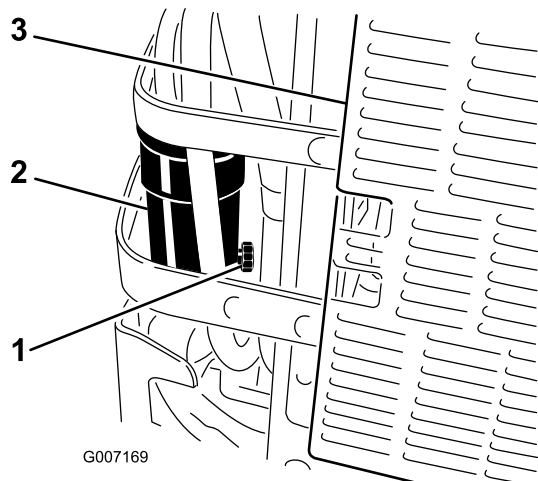

Figure 42
6. Dévissez le robinet de vidange du séparateur d'eau d'un tour environ pour vidanger l'eau et autres contaminants (Figure 42).
7. Fermez le robinet de vidange lorsque le gazole commence à sortir (Figure 42).